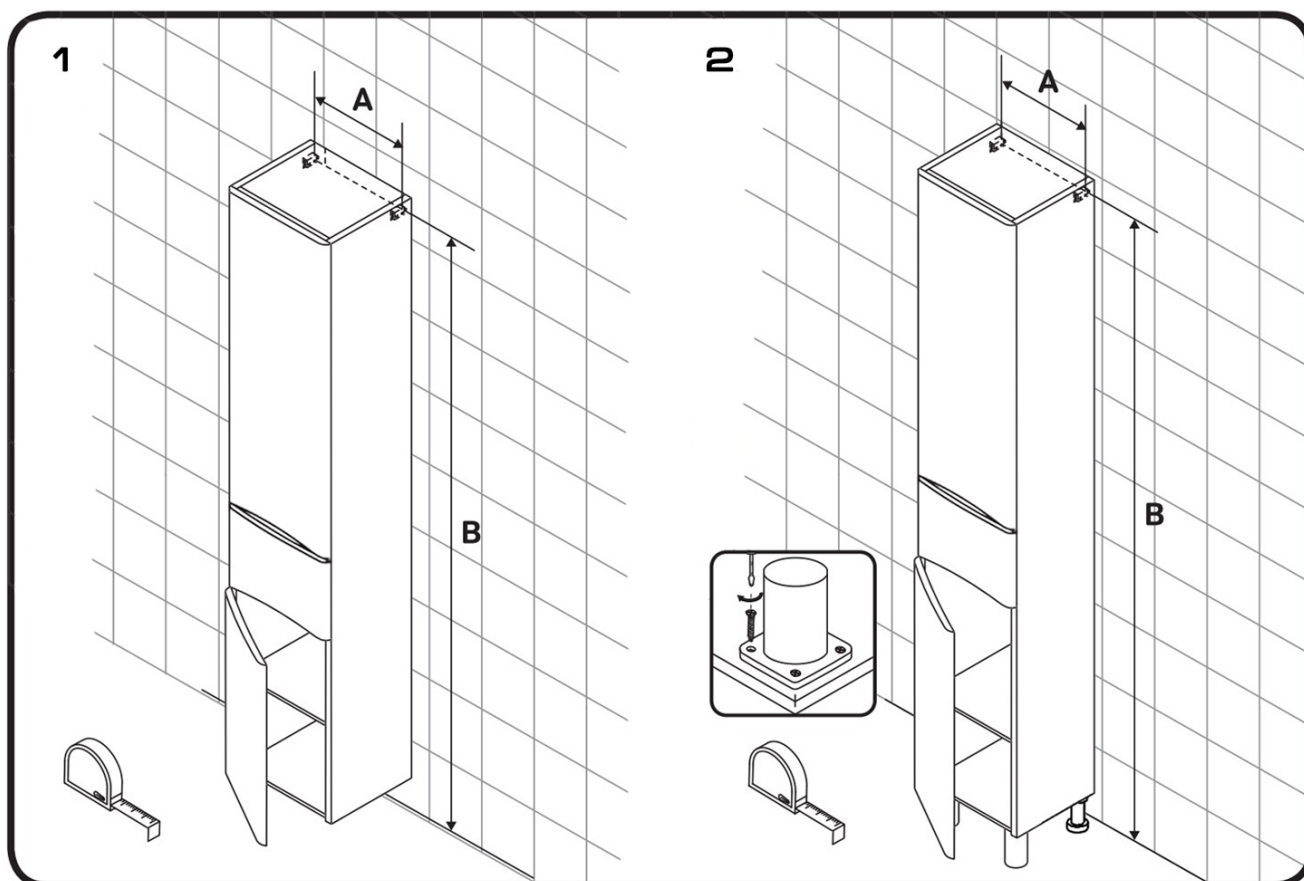

РИС.1 ОПРЕДЕЛЕНИЕ ПОЛОЖЕНИЯ ПЕНАЛА НА СТЕНЕ
- Далее необходимо полностью собрать пенал - прикрутить ручки и опоры (если ваша модель является напольной), которые идут в комплекте. Сделать необходимые замеры, чтобы определить положение пенала на стене. **(рис.1)**.